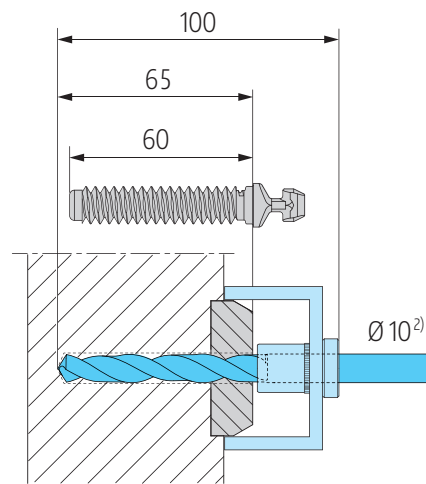

Abb. 41
- ② Löcher in Abhängigkeit der Holzhärte mit  $\varnothing 10$  oder  $\varnothing 11$  bohren (**Abb. 41** beachten!).
- ③ Riegelbolzen montieren, siehe Seite 39.